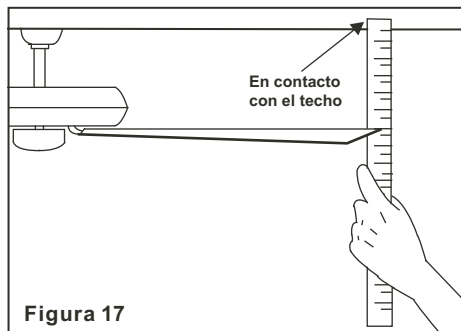

Figura 17
2. La mayoría de los problemas de oscilación se originan cuando los niveles de las aspas son desiguales. Revisar esté nivel por medio de seleccionar un punto del techo por encima de la punta de una de las aspas. Medir esta distancia como se muestra en la Figura 17. Rotar el ventilador hasta que la siguiente aspa esté ubicada para medición. procederimiento para cada aspa. Las medi repetir el das hacer fucional deben mantenerse dentro de 1/8 pulgadas (3mm).